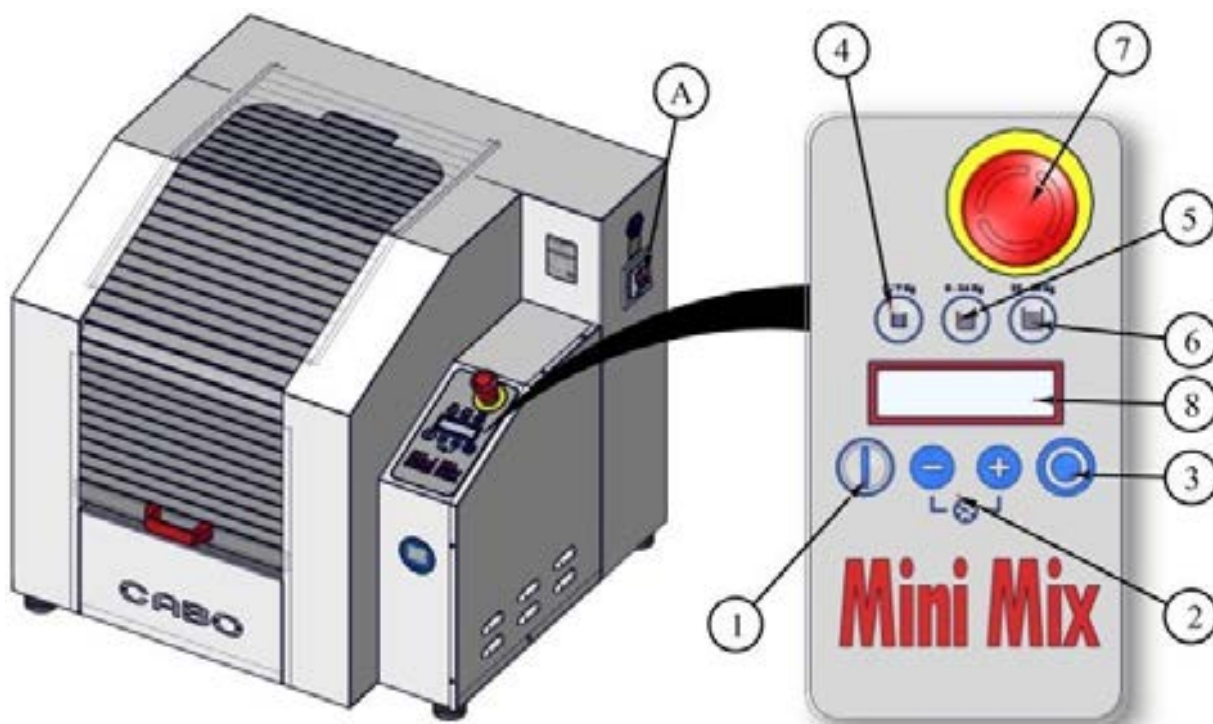

Рис. 12: Панель управления
Помимо выключателя ON/OFF на стороне миксера (А) и аварийной кнопки остановки (7) на панели управления расположена панель управления миксером (рис. 12).